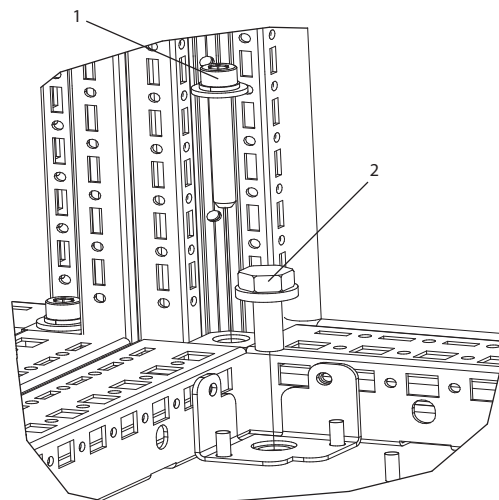

Bild 6.103 Detaljbild av fästansordningens placering
Tabell 6.63 Teckenförklaring till Bild 6.103
2. Montera varje bult (M8x60 mm) med en låsbricka och en planbricka genom kapslingen till det gängade hålet i botten. Montera fyra bultar per apparatskåp. Mer information finns i Bild 6.103.
3. Montera varje bult (M10x30 mm) med en låsbricka och en planbricka genom bottenplattan till det gängade hålet i botten. Montera fyra bultar per apparatskåp. Mer information finns i Bild 6.103.